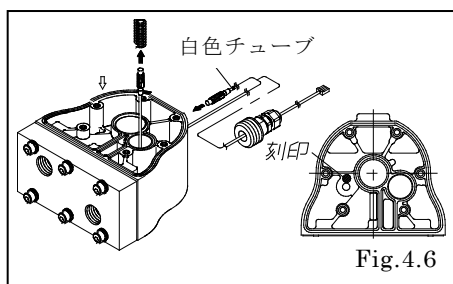

Fig.4.6
- ・両方のセンサー先端をプラグに通し、センサーをボディへ挿入する。(ボディの刻印側に白色チューブのついたセンサーを挿入する。)〔Fig.4.6〕